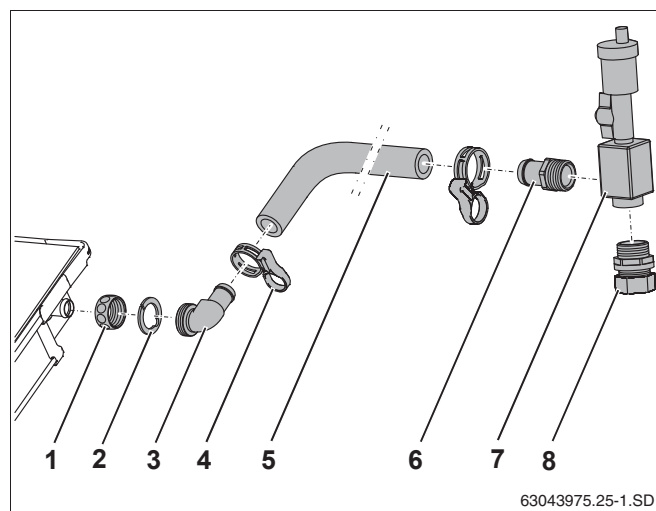

Рис. 38 Подключение шланга солнечного коллектора к штуцерам подающей линии
- ▶ Наденьте накидные гайки (рис. 38, **поз. 1**) на штуцеры коллектора.
- ▶ Уложите зажимную шайбу (рис. 38, **поз. 2**) за выступ штуцера коллектора и нажмите на неё.
- ▶ Выровняйте наконечник с кольцом (рис. 38, **поз. 3**) и затяните накидной гайкой.
- ▶ Наденьте длинный шланг (1000 мм, рис. 38, **поз. 5**) на угловой наконечник и закрепите пружинным хомутом (рис. 38, **поз. 4**).
- ▶ Приверните наконечник R $\frac{3}{4}$  с кольцом (рис. 38, **поз. 6**) и двойной ниппель с кольцом (рис. 38, **поз. 8**) к воздухохоборнику (рис. 38, **поз. 7**).
- ▶ Вставьте наконечник шланга (рис. 38, **поз. 6**) до упора в шланг солнечного коллектора и закрепите пружинным хомутом.
- ▶ Подключите сборную линию к резьбовому соединению с зажимным кольцом (рис. 38, **поз. 8**).